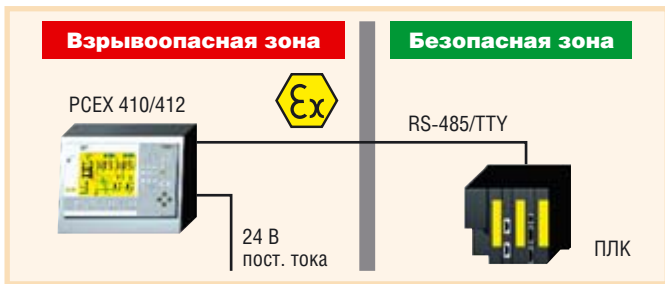

Рис. 19. Соединение ПК VISUEX с ПЛК
- реализация «классического» решения типа «панель оператора + ПЛК» (рис. 19);
- соединение с ПЛК типа «точка-точка» через RS-485/TTY (рис. 19, 20);